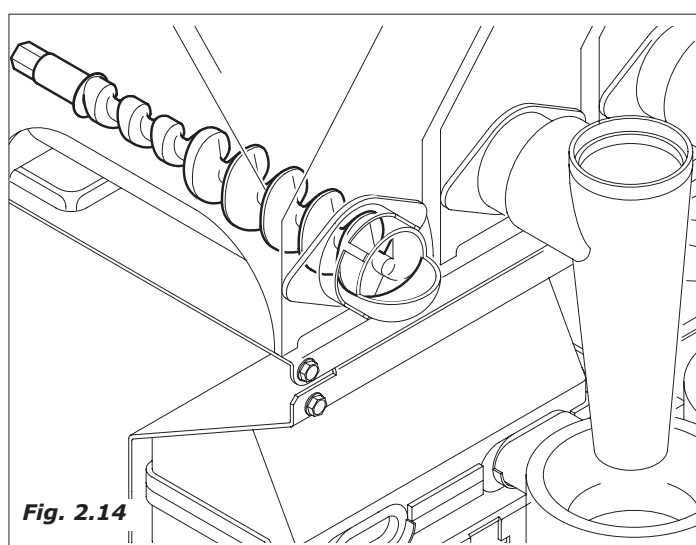

Fig. 2.14
- Il motoriduttore del prodotto solubile attiva la coclea per riversare la quantità di prodotto programmata nel frullatore (in alcune versioni più prodotti possono finire nello stesso miscelatore vedi il caso di latte e cioccolato) (Fig.2.14).